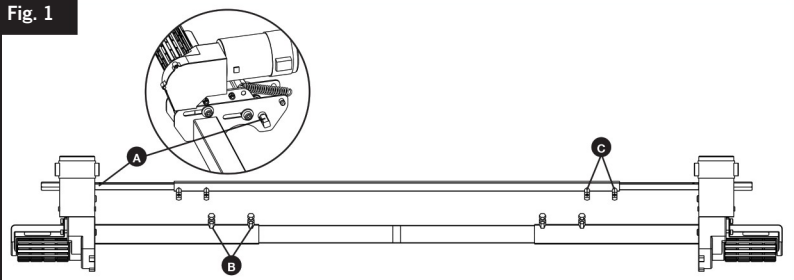
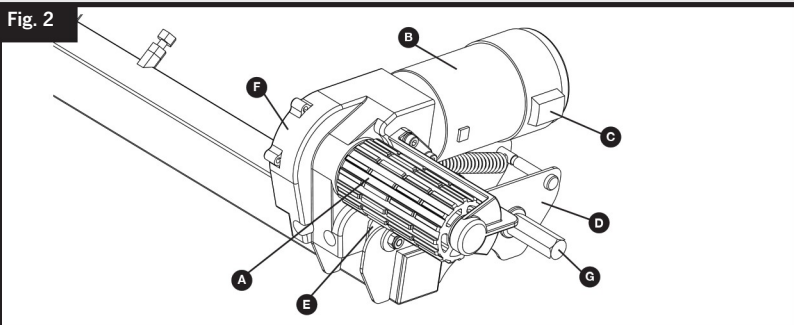
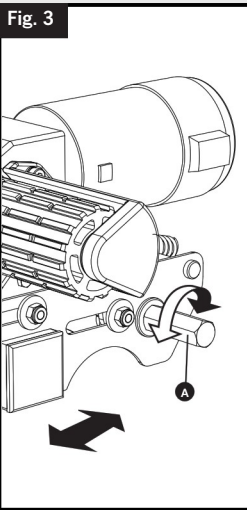

Fig. 2
Fig. 3
Fig. 4
Disimballare tutti i componenti e controllare che siano presenti tutte le parti (vedi Contenuto della confezione Fig.A). Le istruzioni per l'installazione continueranno a fare riferimento ai numeri di parte visualizzati in Fig.A. Prima e durante l'installazione, assicurarsi che i motori rimangano in posizione DISINSERITA (Fig. 4), poiché altrimenti l'unità non si adatterà correttamente.
Con il gruppo principale allentato sul telaio, far scorrere l'intero gruppo lungo il telaio fino a quando i rulli (Fig.2.A) sono a 20 mm dalla superficie di ogni pneumatico (vedi Fig.4). Due distanziatori di 20mm (30) sono forniti per impostare questa distanza. Notare che le ruote motrici devono essere in posizione disinnestata quando viene impostata la distanza di 20 mm. Quando si imposta la spaziatura, assicurarsi che i rulli su entrambi i motori siano centralmente in linea con i pneumatici del veicolo sia orizzontalmente che verticalmente, per consentire il miglior contatto possibile delle ruote (vedi Fig.6 per riferimento). Se la larghezza dei rulli supera quella del pneumatico, assicurarsi che l'estremità del rullo sia allineata con la parete esterna del pneumatico. La sporgenza sulla parete interna del pneumatico è accettabile sui pneumatici più sottili e non dovrebbe influire drasticamente sul funzionamento o sull'aderenza.
Con il Cara-Move, il processo di innesto è manuale. Per innestare i vostri motori, mettete l'attrezzo d'innesto (6) sul mandrino del motore (Fig.2.G) parallelamente al suolo in una posizione lontana dalla ruota in questione. Per innestare il motore, ruotate l'attrezzo d'innesto di 180deg ruotando verso la ruota in questione (Fig.3). Se le barre di azionamento trasversali sono state montate correttamente, il processo di innesto di un motore dovrebbe successivamente innestare anche il lato opposto del veicolo.
Per disinnestare i rulli, rimettere semplicemente l'attrezzo su uno dei mandrini e ruotare lontano dal pneumatico. Si prega di notare che inizialmente si sentirà una piccola resistenza mentre si disinnesta la camma dalla sua posizione bloccata; la molla farà poi il resto del lavoro e tirerà il rullo lontano dal pneumatico e nella posizione completamente disinnestata (Fig.4).